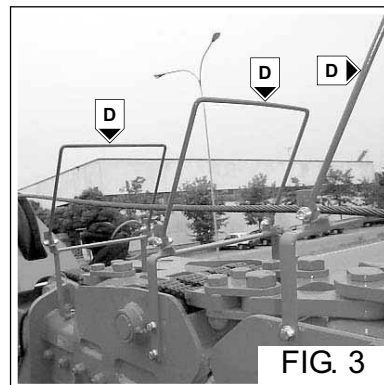

FIG. 3
- Faire descendre la corde pour permettre le passage à travers les trois guide-corde (Fig. 3 - Réf. D).
- Lower the rope to let it pass through the three rope guides (Fig. 3 - Ref. D).
- Dar el mando de descenso del cable para permitir el pasaje a través de los tres guía-cable (Fig. 3 - Ref. D).